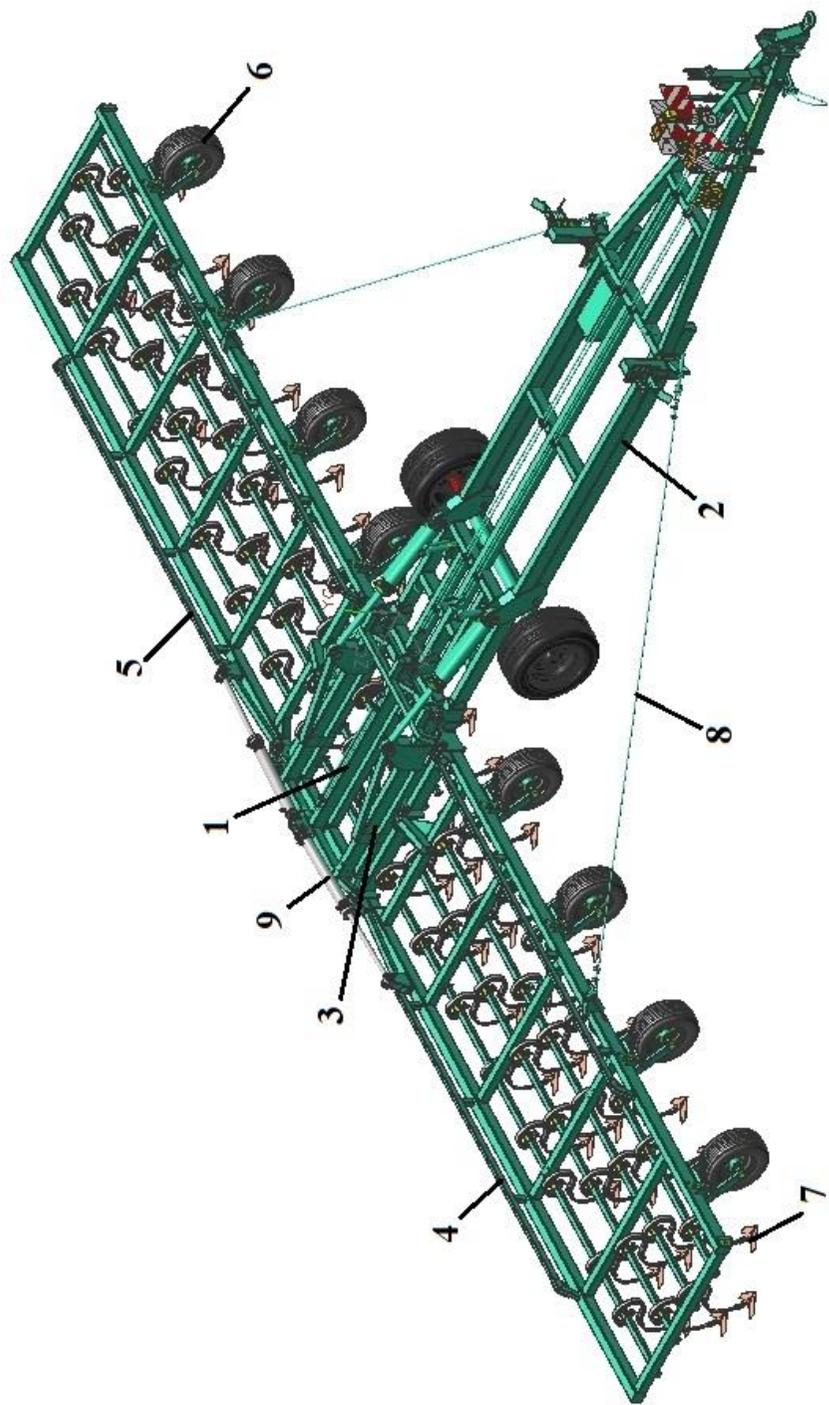

Рисунок 1 – Общий вид культиватора КПМ-12Е в рабочем положении
3.1 Культиватор КПМ представляет собой полуприцепную машину, состоящую из: рабочего полотна 1, транспортной тележки 2, стяжек крыльев 8, гидросистемы 9 (рис. 1, 1а).
3.2 Рабочее полотно состоит (рис. 1) из центральной секции 3, крыла правого 4, крыла левого 5. На полотне установлены рабочие органы 7. На крыльях установлены копирующие колёса 6 с винтовой регулировкой глубины обработки. Глубина обработки центральной секции регулируется колёсами транспортной тележки.
Рисунок 1а – Общий вид культиватора КПМ-10Е в рабочем положении
(остальное см. рисунок 1)